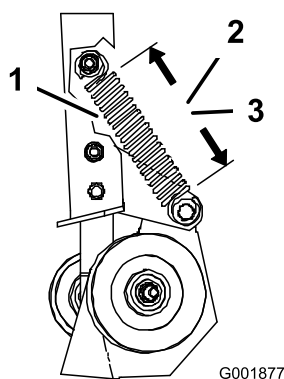
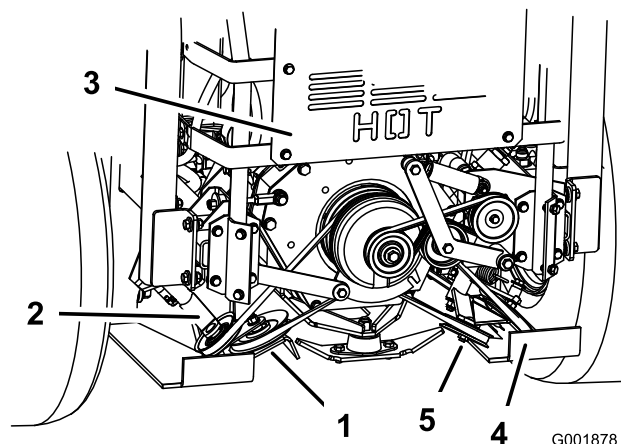

Bild 63
Bild 64
3. Messen Sie die Länge der Feder. Stellen Sie sicher, dass die Spiralen der Feder auf der federgespannten Spannscheibe die unten angegebenen Werte haben (Bild 63 und Bild 64).
- Wert für die linke Feder: $14,6 \pm 0,3$ cm (Bild 63).
- Wert für die rechte Feder: $14,0 \pm 0,3$ cm (Bild 63).
4. Wenn die Feder nicht den richtigen Wert hat, lösen Sie die Mutter, mit der die verstellbare Spannscheibe befestigt ist, damit Sie die Scheibe im Schlitz nach oben oder unten bewegen können (Bild 64).
5. Lösen Sie den Druck auf der federgespannten Spannscheibe (Bild 64).
6. Positionieren Sie die verstellbare Spannscheibe weiter unten im Schlitz und ziehen Sie die Mutter fest (Bild 64).
7. Stellen Sie sicher, dass die Spiralen der Feder auf der federgespannten Spannscheibe die unten angegebenen Werte haben (Bild 63).